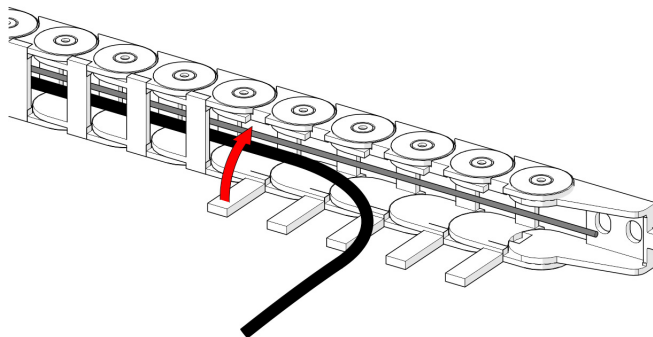

Abbildung 2-31 Verlegen Sie die Verkabelung und schließen Sie die Klappen.
2. Führen Sie alle Schläuche und Kabel in den Kabelträger und klemmen Sie die Klappen ein, um die Kabel im Kabelträger zu halten (siehe Abbildung 2-31 auf Seite 69).